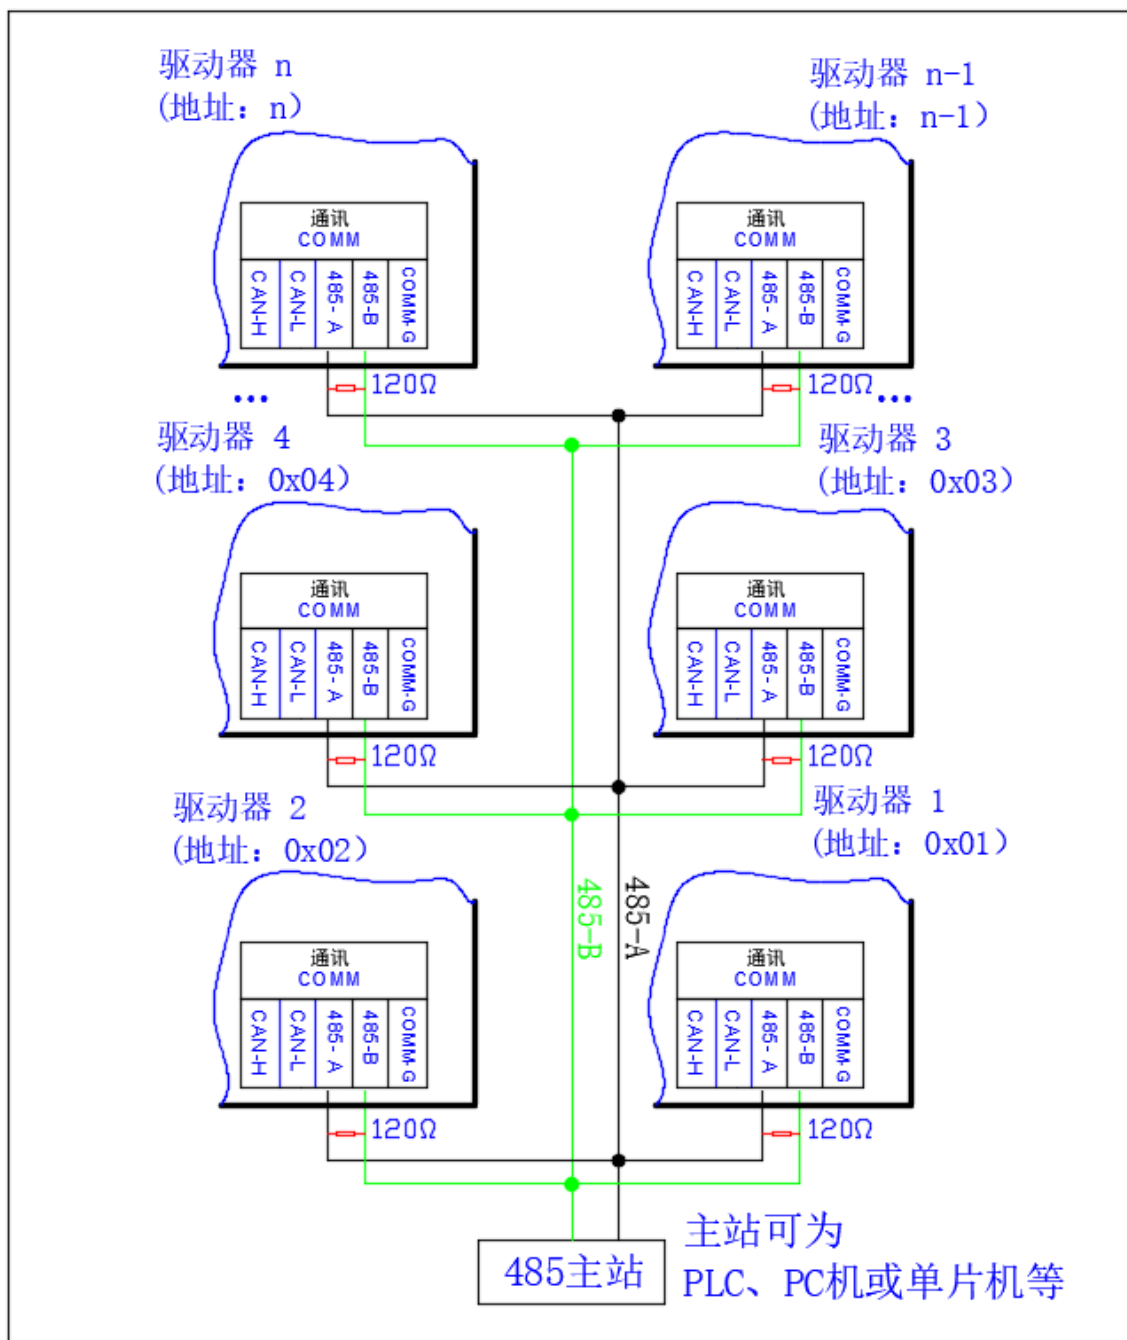

图 4.18 RS485 多站点通讯示意图
- 如果通讯线较长，可在从站和主站的 485 信号线间各自并联 120Ω 的终端电阻，以消除通讯线中反射的干扰。RS485 多站点通讯示意图如图 4.18 所示。